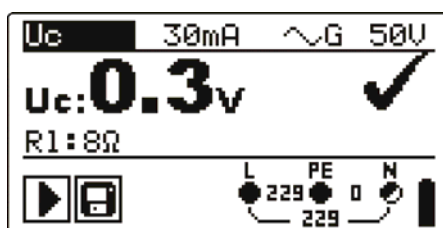

Рисунок 5.13: Пример результатов измерения напряжения прикосновения
- **Подключите** измерительный кабель к прибору и замкните измерительные провода (см. рисунок 5.13).